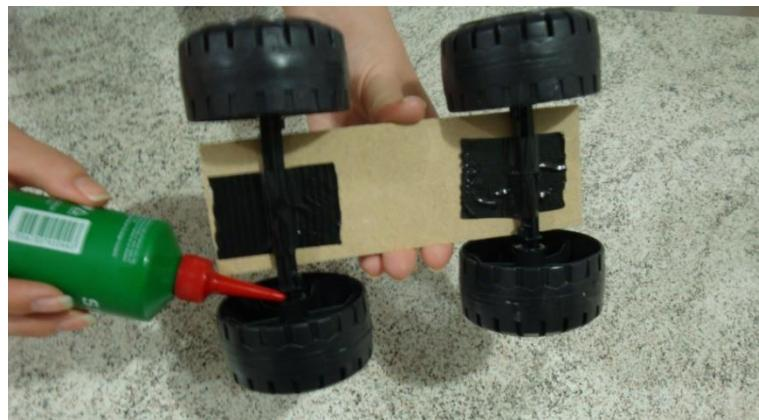

Figura 7. Colocar óleo lubrificante nas rodas.
- 7) Colocar algumas gotas de óleo lubrificante nas rodas para facilitar seu movimento na hora de realizar o experimento (figura 7).